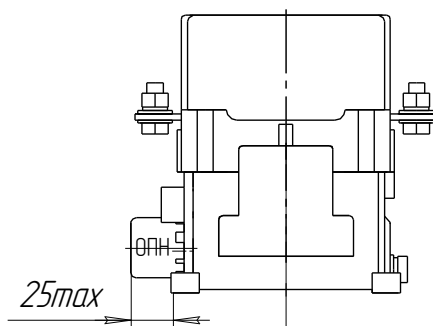

Рисунок 4
- ПМ12-125 - сбоку (см. Рисунок 4). Тип ОПН по Рисунку В.4, приложение В;